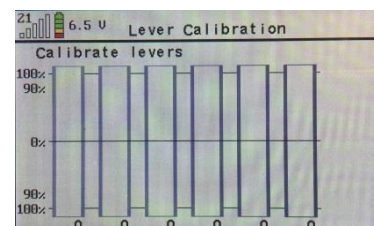

Abbildung 19
- Drücken Sie auf die Taste ( ✓ ) und Sie gelangen zur Anzeige **Calibrate Levers**. Für jeden Hebel wird ein Balken angezeigt. Bei der Betätigung eines Hebels wird der Balken grün angezeigt. Bei maximalem Hebelweg muss der Balken zu 100 % grün ausgefüllt sein. Ist dies nicht der Fall, müssen die Hebel kalibriert werden (Siehe *Abbildung 19*).